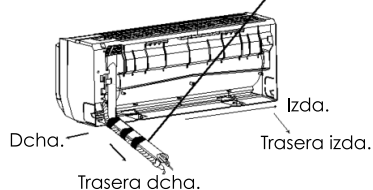

Fig. 8
2. Saque el tubo del cuerpo, envuelva el cable eléctrico, tubo del agua con cinta e insértelos por el agujero para el tubo (véase Fig. 8).